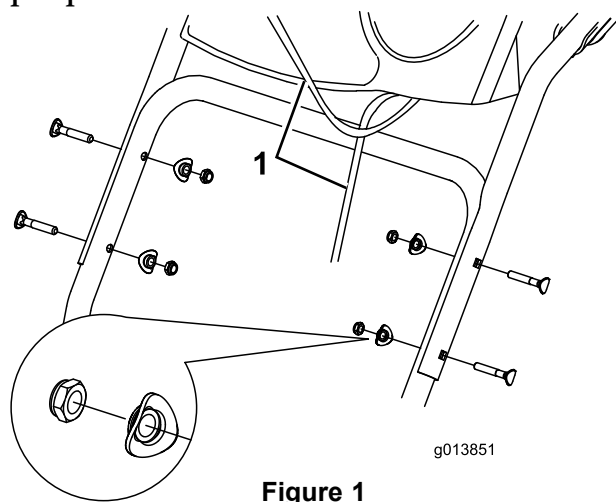

Figure 1
Important: Faites passer les 2 câbles fixés au Quick Stick à l'intérieur des bras de la partie supérieure du guidon (Figure 1). Veillez à ne pas pincer les câbles.
2. Fixez la partie supérieure du guidon en place (Figure 1).